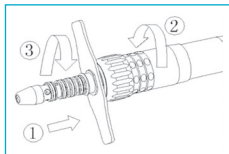

Fig. 6-1
- Vissez le coupleur à LED sur le cordon turbine (Fig. 6-1①).